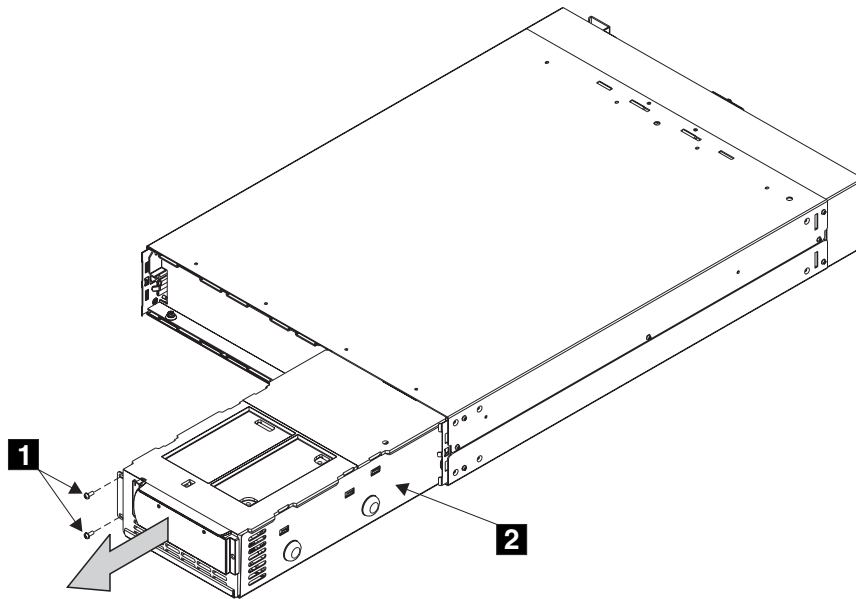

図 23. 無停電電源装置の電子部品アセンブリーの取り出し
3. 2 つのねじ (26 ページの図 23 の **1**) を取り外す。
4. 電子部品アセンブリー (図 23 の **2**) を無停電電源装置から引き出し、これを一方の端に置く。